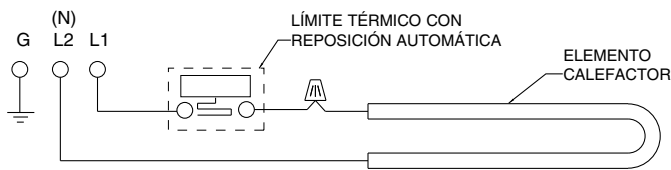

Figura 2. Diagrama de conexonado
2. Los procedimientos de cableado y las conexiones deben estar de acuerdo con el Código Eléctrico Nacional (NEC) de los EE. UU. y los códigos locales. Consulte el Diagrama de conexionado que está en el calefactor y en la Figura 2. Asegúrese de que todas las conexiones eléctricas estén firmes, para evitar posibles sobrecalentamientos. Utilice cables de alimentación de cobre únicamente.
11. No retire ni puentee el (los) control(es) de límite de seguridad, ya que esto podría crear en el calefactor un riesgo de incendio; vea el diagrama de conexionado del calefactor, que se incluye en el calefactor y se reproduce en la Figura 2.